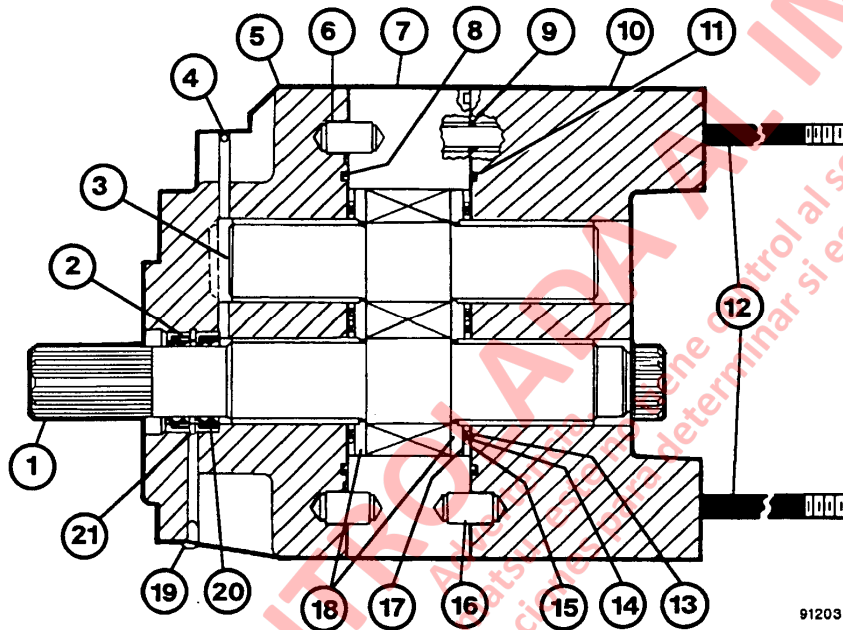

FIGURA 3-6. DESENSAMBLADO DE LA BOMBA DE ELEVACION (Sección Delantera)
10. Saque la placa de rodamientos (10, Figura 3-6). Si la placa de rodamientos está pegada, golpee levemente con un martillo plástico para soltarla. Saque los anillos de goma (9) y (11).
11. Saque los anillos de acero (13), anillo de respaldo (14), anillo de goma y retén (15) y la placa de aislación (17). Saque los pasadores (16) si están dañados o si es necesario cambiar la placa de rodamientos (10).
12. Destornille los espárragos pasantes (12) y retire. Retire la pestaña (5), si está pegada golpéela levemente con un martillo plástico para soltar. Saque el anillo de goma (8). Retire los pasadores (6) si están dañados o si es necesario cambiar la pestaña (5) o la placa de engranaje (7).
13. Saque los anillos de acero, anillo de respaldo, anillo de goma y retén. Saque el engranaje de mando (1) y la rueda tensora (3) de la placa de engranajes (7). Saque ambas placas de presión (18).